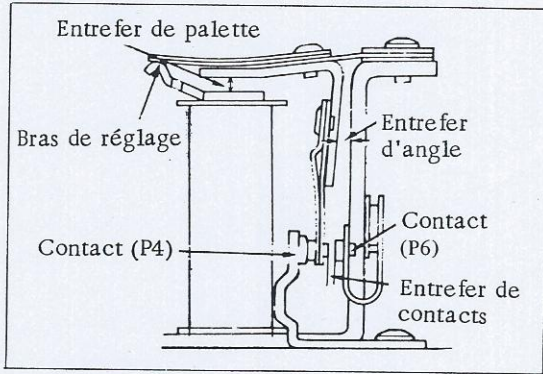

Fig. 6-64 Pièces du relais
3. Voir le nom des contacts aux Fig. 6-64 et 6-65.
1. Appuyer sur la palette et contrôler la flèche du ressort de contact au moyen d'une jauge d'épaisseur. Cette flèche doit être de 0,20 - 0,60 mm. Si nécessaire, ajuster en pliant le porte-contact P6. (Voir Fig. 6-64).